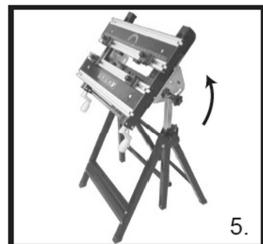

Afb. 4 – Aanspannen
- d. Draai de hoogteregelknoppen rechtsom op elke poot om vast te zetten (Afb. 4).